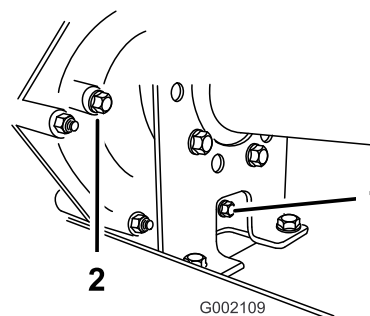
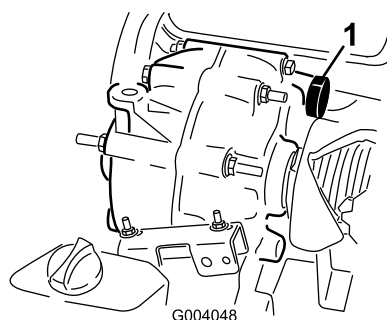

Figure 41
Figure 42
2. Enlevez le bouchon de vidange sur le côté droit du réservoir (Figure 41) et laissez l'huile s'écouler dans un bac de vidange. Revissez le bouchon de vidange en place lorsque la vidange est terminée.
3. Versez environ 1,4 l d'huile moteur SAE 10W30 dans le réservoir (Figure 42) ou faites l'appoint jusqu'à ce que le niveau atteigne le bas du trou d'indication de niveau (Figure 41).